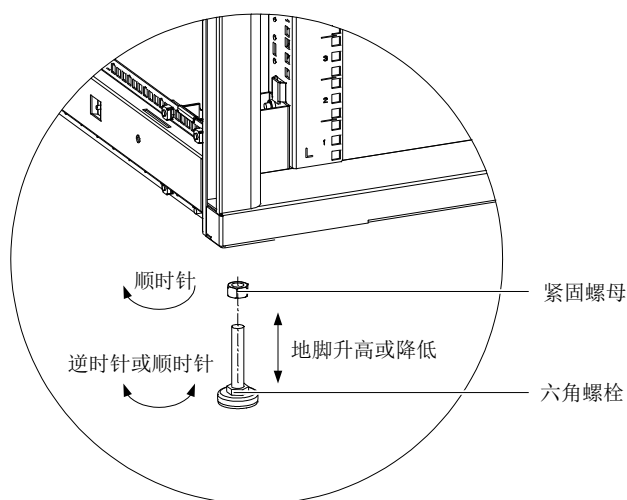

图3-4 调平地脚
2. 用活动扳手按顺时针方向依次拧松 4 个地脚螺杆上的紧固螺母（见图 3-4）。
3. 转动地脚底部的六角螺栓，直到地脚升高或降低至理想位置，用水平仪确保机柜处于水平位置，如图 3-4 所示。